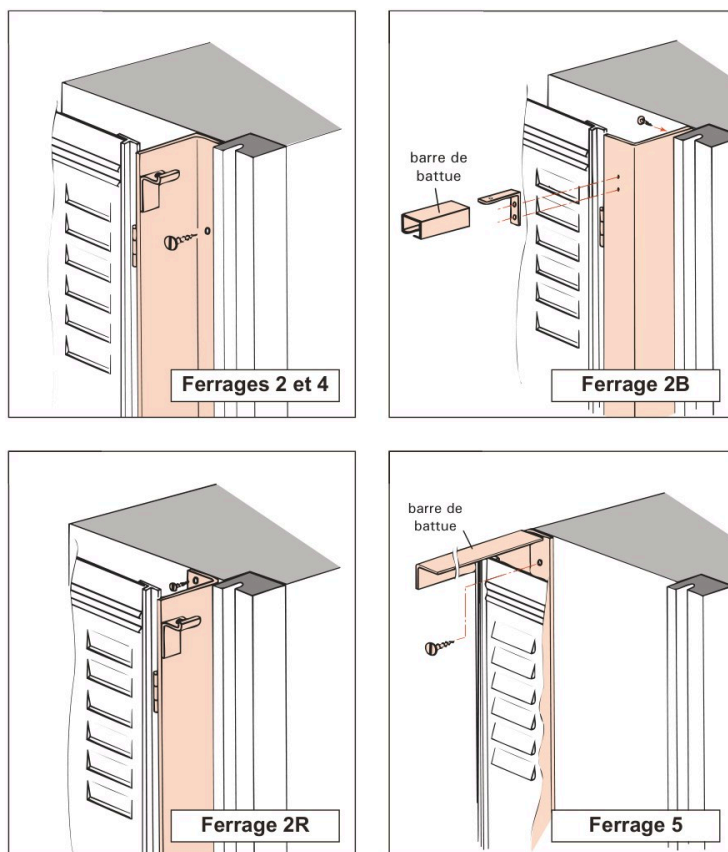

Figure 5 – Les tapées métalliques des ferrages 2 et 4, 2B, 2R et 5
2. Percez, chevillez, puis vissez les tapées métalliques (les cornières) sur les tableaux, avec des vis TF $\varnothing 4$, longueur mini 30, non fournies. La position de la cornière dépend de votre ferrage (figures 5, 6 et 7) :